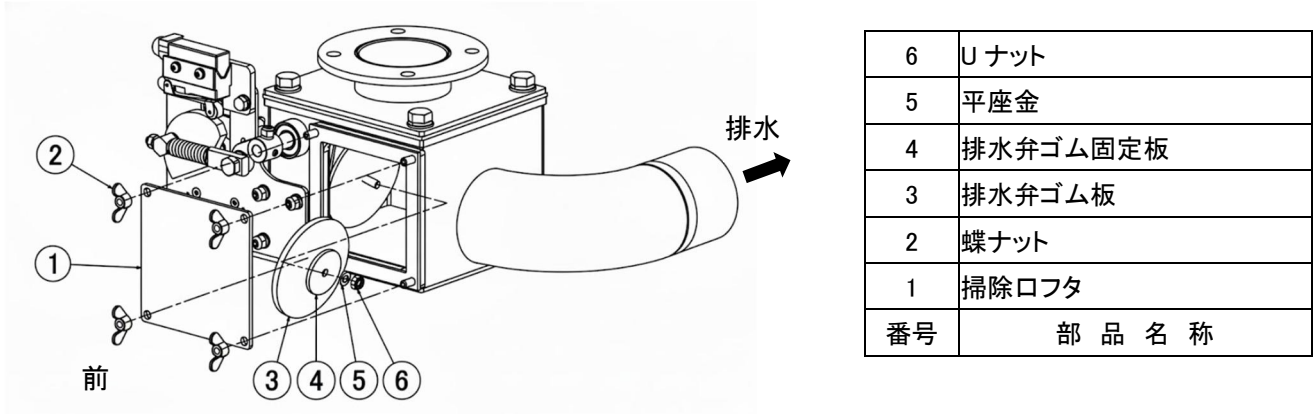

図8-12
8. 3. 7 排水弁(図8-12)
4) 排水弁ゴム板の交換(図8-12)
- ・ ⑥U ナットを緩めます。
- ・ ⑤平座金、④排水弁ゴム固定板、③排水弁ゴム板を取り外します。
- ・ 逆の手順で新しい③排水弁ゴム板を取り付けて④排水弁ゴム固定板、⑤平座金を取り付けます。
- ・ ⑥U ナットを締めます。